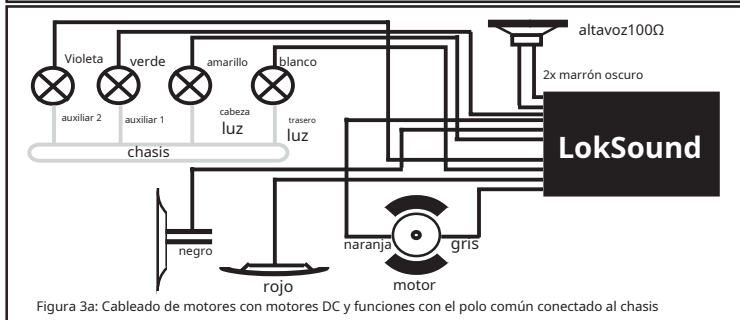

Figura 3a: Cableado de motores con motores DC y funciones con el polo común conectado al chasis
- b) Los faros y las funciones se pueden conectar con su común a la tensión de la vía (p. ej., casi todos los motores Märklin® y los motores Fleischmann® o ROCO® más antiguos) según la figura 3a
- Si los faros y las funciones están aislados del chasis (consulte la figura 3a), conecte todos los comunes al cable azul. Asegúrese de que el cable azul no tenga contacto con el chasis del motor.